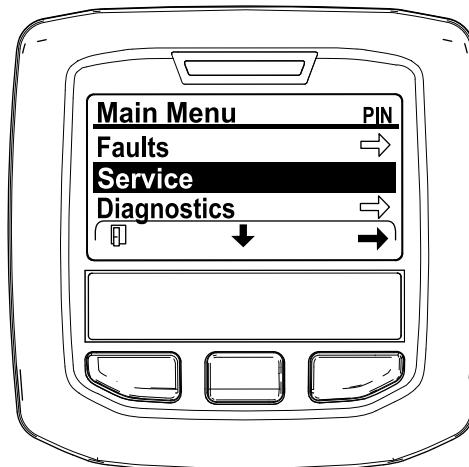

図 32
- メインメニュー MAIN MENU 画面で、中央ボタンを押して整備 SERVICE メニューへ移動し、右ボタンで整備 SERVICE を選択する 図 32。